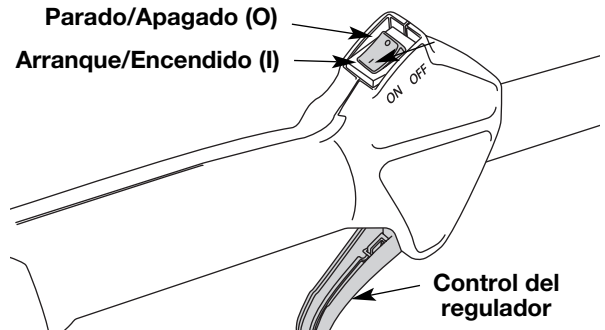

Fig. 11
**NOTA:** No hay necesidad de encender la unidad. El Control de Parada Encendido/Apagado (On/Off) está en la posición Encendido (ON) (I), en todo momento (Fig. 11).